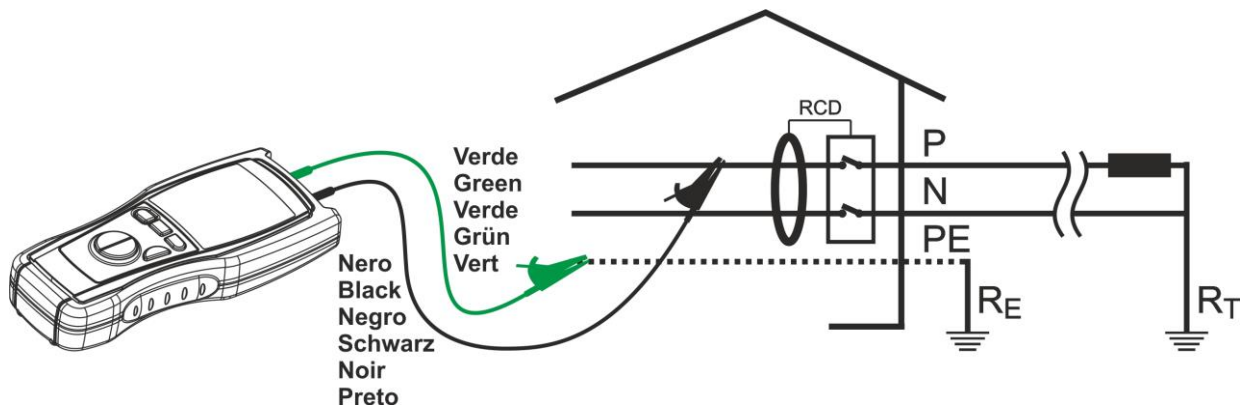

Fig. 14: Conexión de las puntas de prueba del instrumento en AUTO
- Conecte el terminal verde del instrumento al conductor de protección (tierra) y el conductor negro al cable de fase (ver Fig. 14) o bien inserte el cable shuko en una toma de corriente